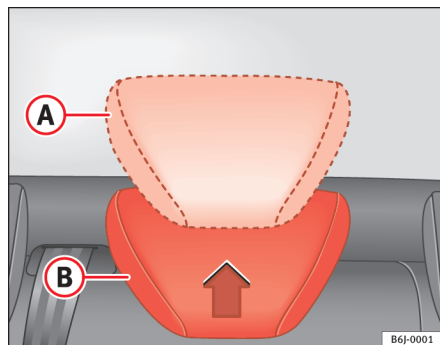

Fig. 5 Réglage des appuie-tête arrière
- Position levée ou d'utilisation (A) ⇒ fig. 5. Dans cette position, l'appuie-tête se comporte comme un appuie-tête normal, qui protège les passagers de la banquette arrière en plus de la ceinture de sécurité.
- Position de repos (B) ⇒ fig. 5. Cette position augmente la visibilité arrière pour le conducteur.